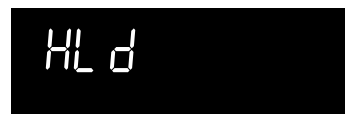

Fig. 3
- « **HLD** » sur le tableau de commande (fig. 3).